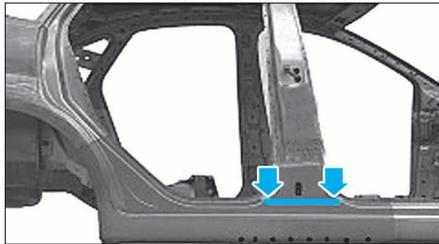

FIG. 44
- Fraiser les points de soudure (2).
- Meuler une épaisseur de tôle (3).
- Chauffer à 170°C la zone (Fig.44) pour détacher l'insonorisant.